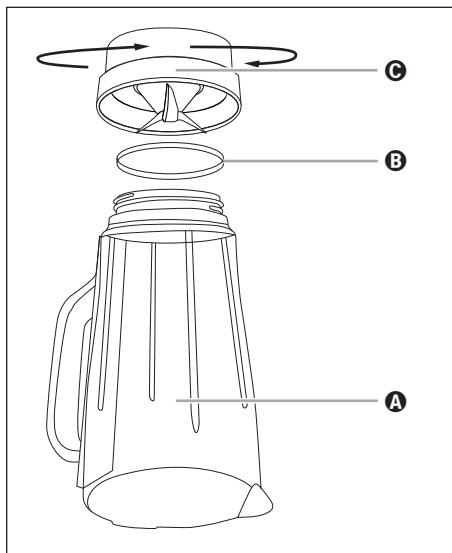

Fig. 4
- 2) Dé la vuelta al aparato y gire la pieza de plástico **C** del vaso **③** en sentido antihorario para poder desmontarla de la pieza de vidrio **A** del vaso **③** (consulte la fig. 4).
- 6) Si está desmontado, vuelva a montar el anillo hermético **B** correctamente en la pieza de plástico **C**. Tras esto, vuelva a colocar la pieza de plástico **C** del vaso **③** sobre la pieza de vidrio **A** del vaso **③** y gire la pieza de plástico **C** en sentido horario hasta que quede fija.